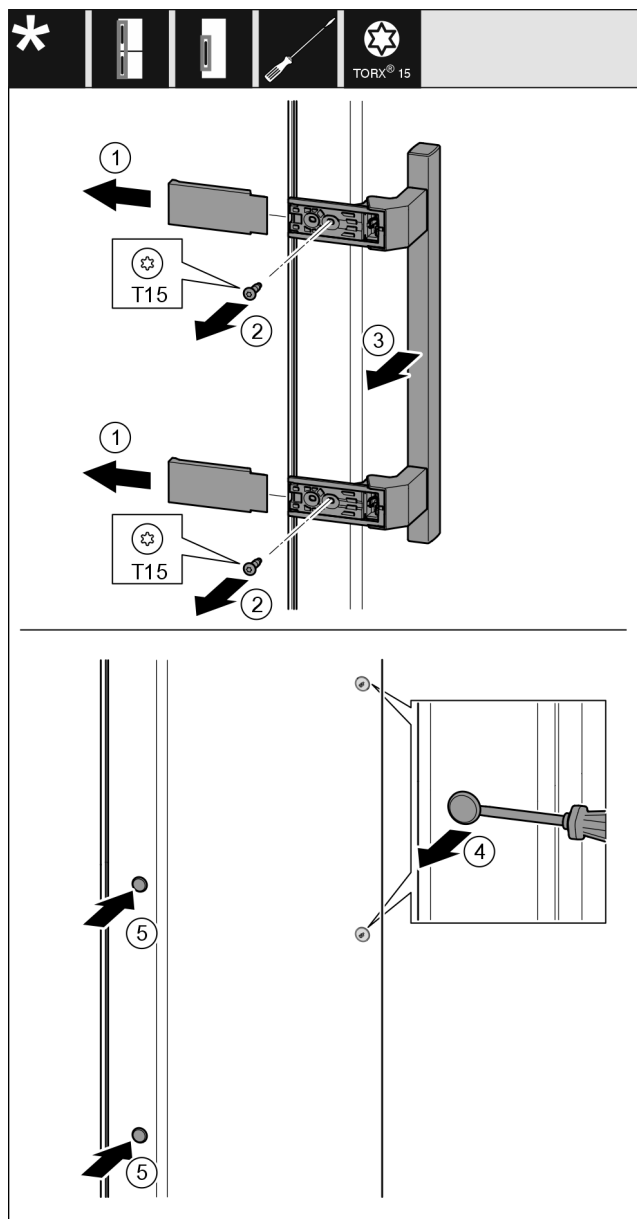

Fig. 19
- ▶ Изтеглете капака Fig. 19 (1).
- ▶ С отвертка отвийте винтовете Fig. 19 (2).
- ▶ Свалете дръжката Fig. 19 (3).
- ▶ С плоска отвертка внимателно повдигнете страничната тапа Fig. 19 (4) и я извадете.
- ▶ Отново поставете тапата Fig. 19 (5) от другата страна.